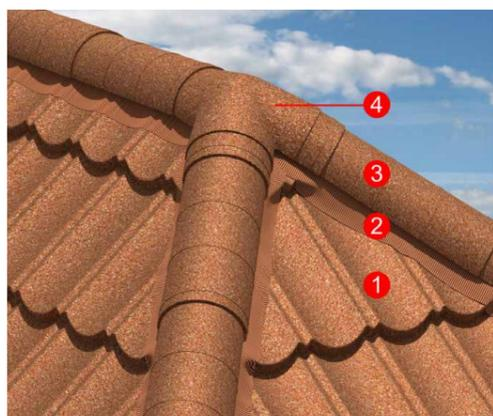

рис. 27
7.9.6. В местах пересечения ребер и конька устанавливают Y-образные коньковые элементы (рис. 27).